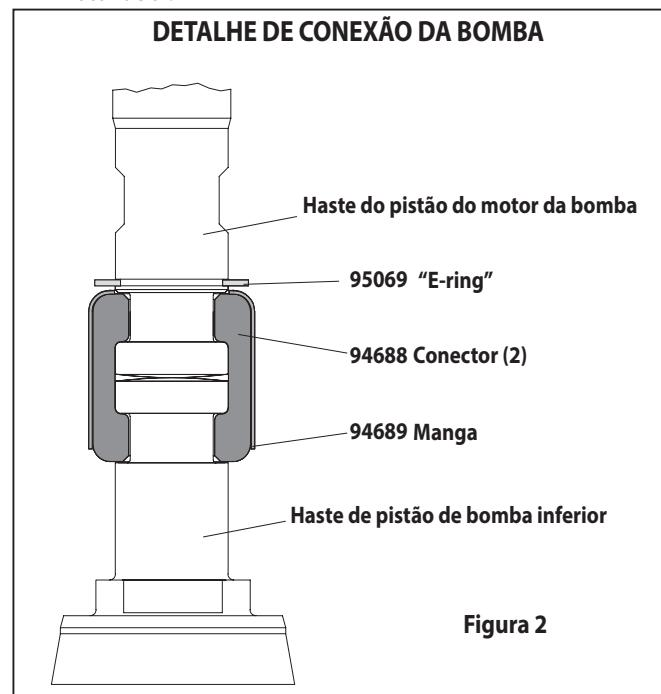

Figura 2
- Usando o anel e alicates, deslize o anel de retenção acima distante o suficiente para permitir que a manga mover para cima e solte os dois conectores (Ver Figura 2). Pôr de lado o motor de ar.